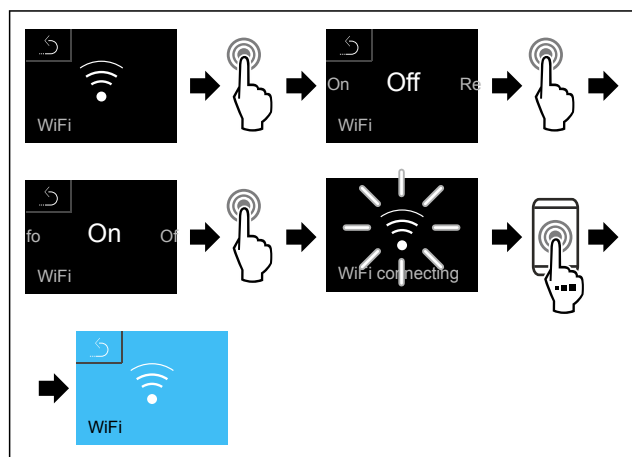

Fig. 96
- Выполните шаги действия (см. Fig. 96) .